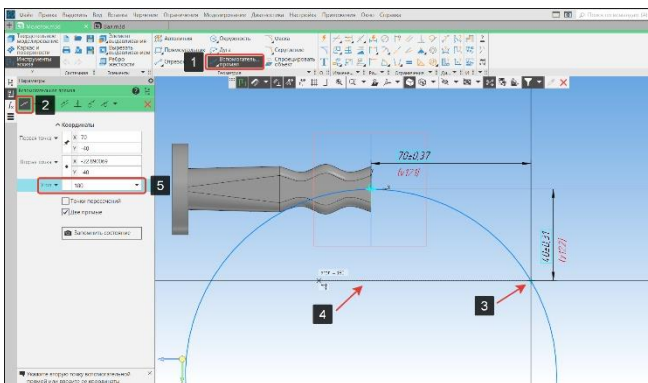

Рисунок 152 – Команда вспомогательная прямая
- Построим вспомогательную прямую. В панели геометрия выберем команду вспомогательная прямая (1) подоперация вспомогательная прямая (2) (Рисунок 152);
- Из точки 3 начнем построение прямой (4), в окне угол (5) зададим числовое значение: 180 градусов (Рисунок 152);